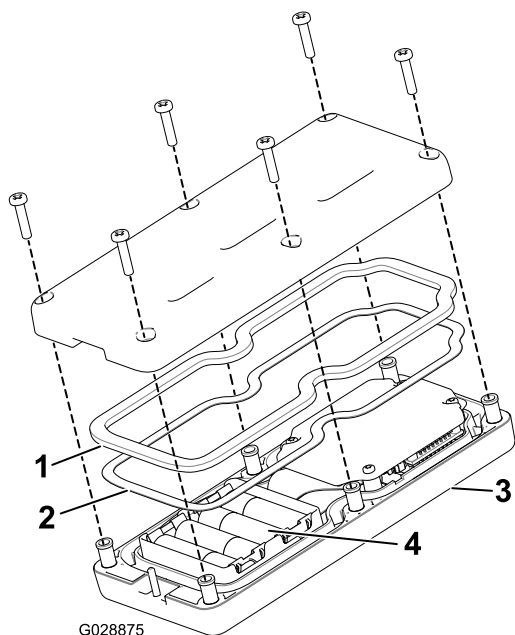

Рисунок 49
- Отверните 6 винтов в задней части пульта дистанционного управления и снимите крышку (Рисунок 49).
- Вставьте элементы питания в гнезда с клеммами, соблюдая полярность. В каждом гнезде имеется тиснение с обозначениями полярности клемм (Рисунок 49).
- Если вы случайно удалили резиновое уплотнение и стальную прокладку, осторожно установите их обратно в канавку ручного пульта дистанционного управления (Рисунок 49).
- Установите крышку, закрепите ее с помощью 6 ранее снятых винтов (Рисунок 49) и затяните их с моментом 1,5-1,7 Н·м.